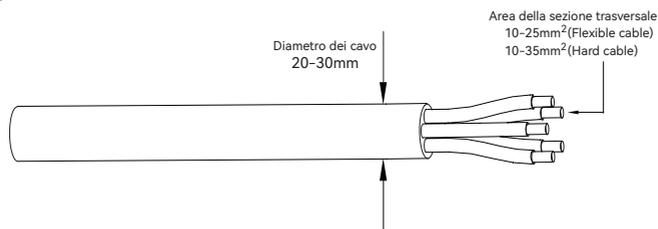

Figura 5-4
② In base alla figura 5-4, selezionare un cavo appropriato, spellare la guaina isolante del cavo AC per 95-100mm e l'estremità dei fili 3L /PE / N per 15 mm.